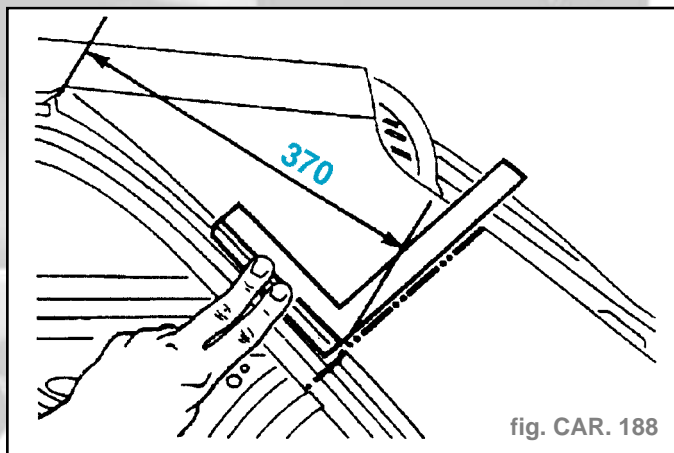

fig. CAR. 188
- Tracer, puis découper à l'aide d'une meule épaisseur **1 mm** (coupe provisoire) (fig. CAR. 188 et 189).